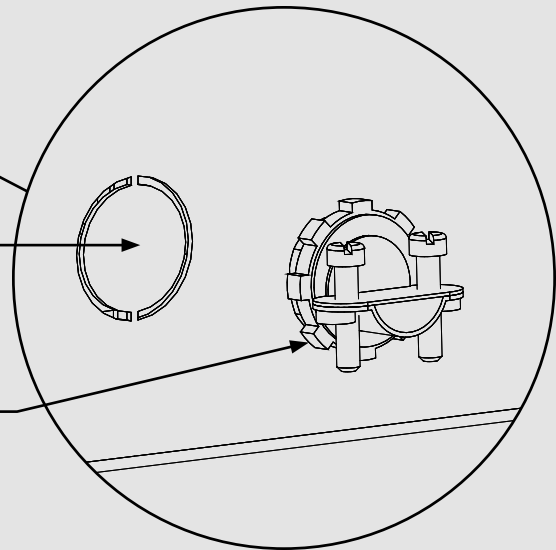

Figure 4
3. Installer et fixer le connecteur électrique commercial (non inclus) dans le trou prévu à cet effet sur le panneau arrière. **(Figure 4)**